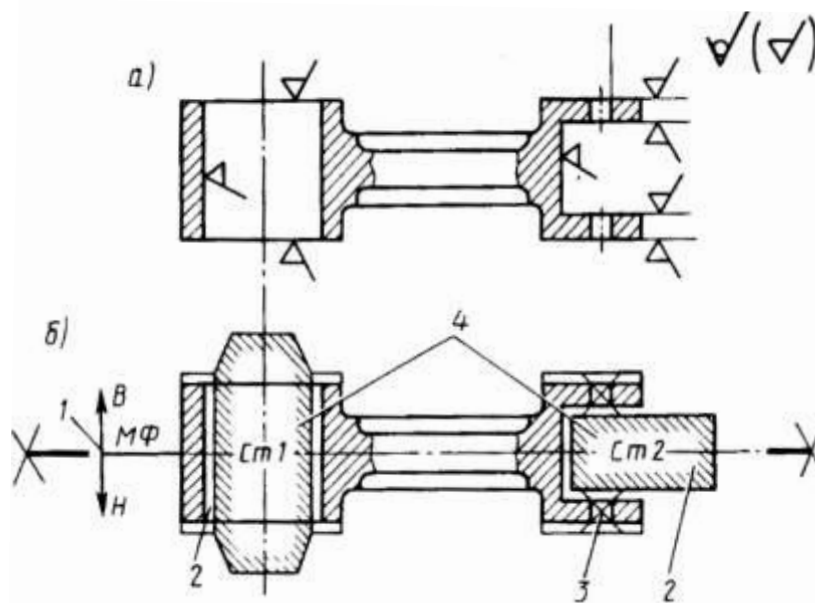
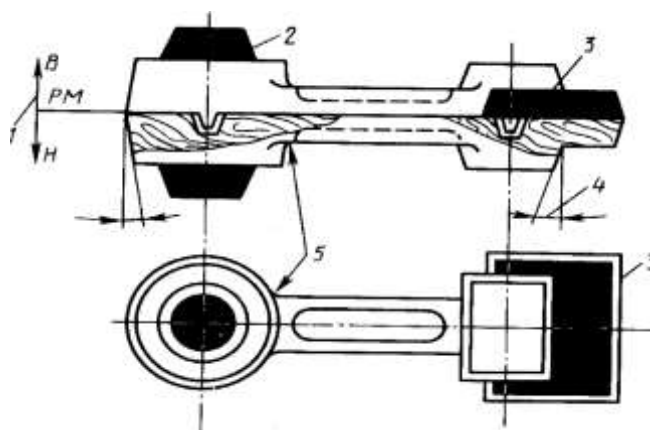
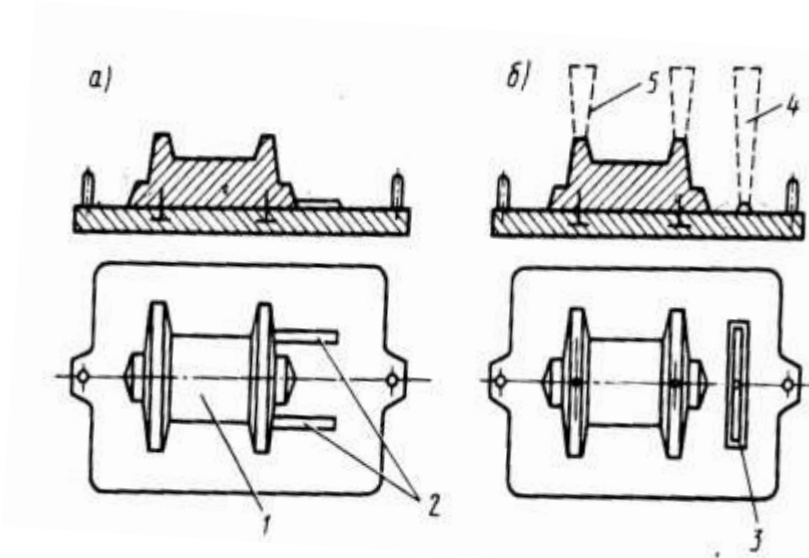
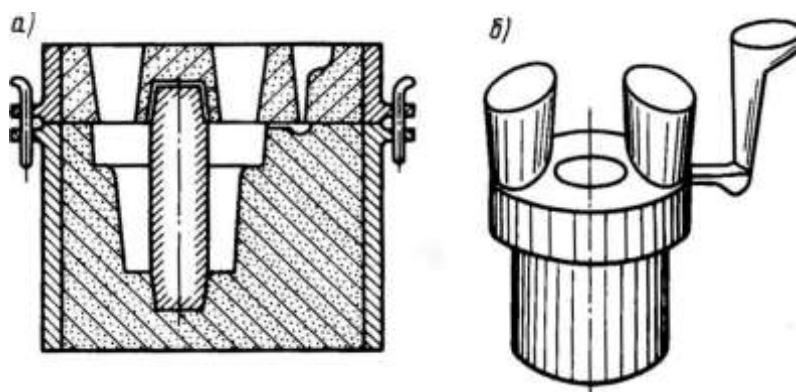

Рис. 1
Рис. 2
Рис. 5
Рис. 6
На рис. 1, а в качестве примера приведен эскиз детали. Обратите внимание на поверхности детали, подвергающиеся механической обработке. Условно они обозначены знаком ∇ . Остальные поверхности механической обработке не подлежат, на что указывает знак в правом верхнем углу эскиза. При разработке эскиза «Элементы литейной формы» детали формы обозначают условно (рис. 1, б).
4. Стержни, их знаки. Изображают сплошной тонкой линией, которую допускается выполнять синим цветом. Стержни в разрезе штрихуют только у контурных линий 4. Размеры знаков стержней и зазоры между знаками стержней и модели принимают по ГОСТ 3606-80. Стержни обозначают буквами «Ст» и порядковыми номерами, например Ст1, Ст2 (рис. 1, б).
5. Литниковую систему и прибыли изображают сплошной тонкой линией, которую допускается выполнять красным цветом. На рис. 1, б литниковая система не показана.
Припуски на механическую обработку и размеры знаковых частей стержня определены Государственным стандартом. Чертеж (эскиз) «Элементы литниковой формы» служит основой для разработки модельного комплекта: модели и стержневых ящиков. На рис. 2 дан эскиз деревянной модели для ручной формовки. Модель имеет разъем 1, стержневые знаки 2, 3 (они окрашены черным цветом), конфигурация которых соответствует конфигурации знаков, указанных на рис. 1, б (Ст1 и Ст2). На модели предусматривают формовочные уклоны 4 на стенках, перпендикулярных плоскости разреза (определены Государственным стандартом), и радиусы скруглений в местах сопряжения стенок 5. Размеры моделей выполняют с учетом припусков на механическую обработку, технологических припусков и усадки сплава, из которого изготавливают отливку.
Эскиз собранной литейной формы (вертикальный разрез) для разрабатываемой технологии изготовления отливки (см. рис. 1) приведен на рис. 5, а, а готовой отливки с литниковой системой – на рис. 5, б. Литейная форма в сборе состоит из следующих элементов: полости формы 1, стержня 2, формовочной смеси 3, опоки нижней 4, опоки верхней 5, питателя 6, шлакоуловителя 7, стояка 8, литниковой чаши 9, выпора 10, газоотводящих каналов 11. Обратите внимание на графическое изображение каждого элемента литниковой формы: полость формы и каналы литниковой системы не штрихуются, стержень заштрихован у контура.
На рис. 6 показаны: литейная форма для стальной отливки (а) и отливка с литниковой системой (б). Обратите внимание на прибыли, а также на различие конструкций литниковой системы для чугуновой (см. рис. 5) и стальной отливки (рис. 6). В форме для стального литья отсутствует шлакоуловитель, так как конструкция заливочного ковша обеспечивает задержание шлака.